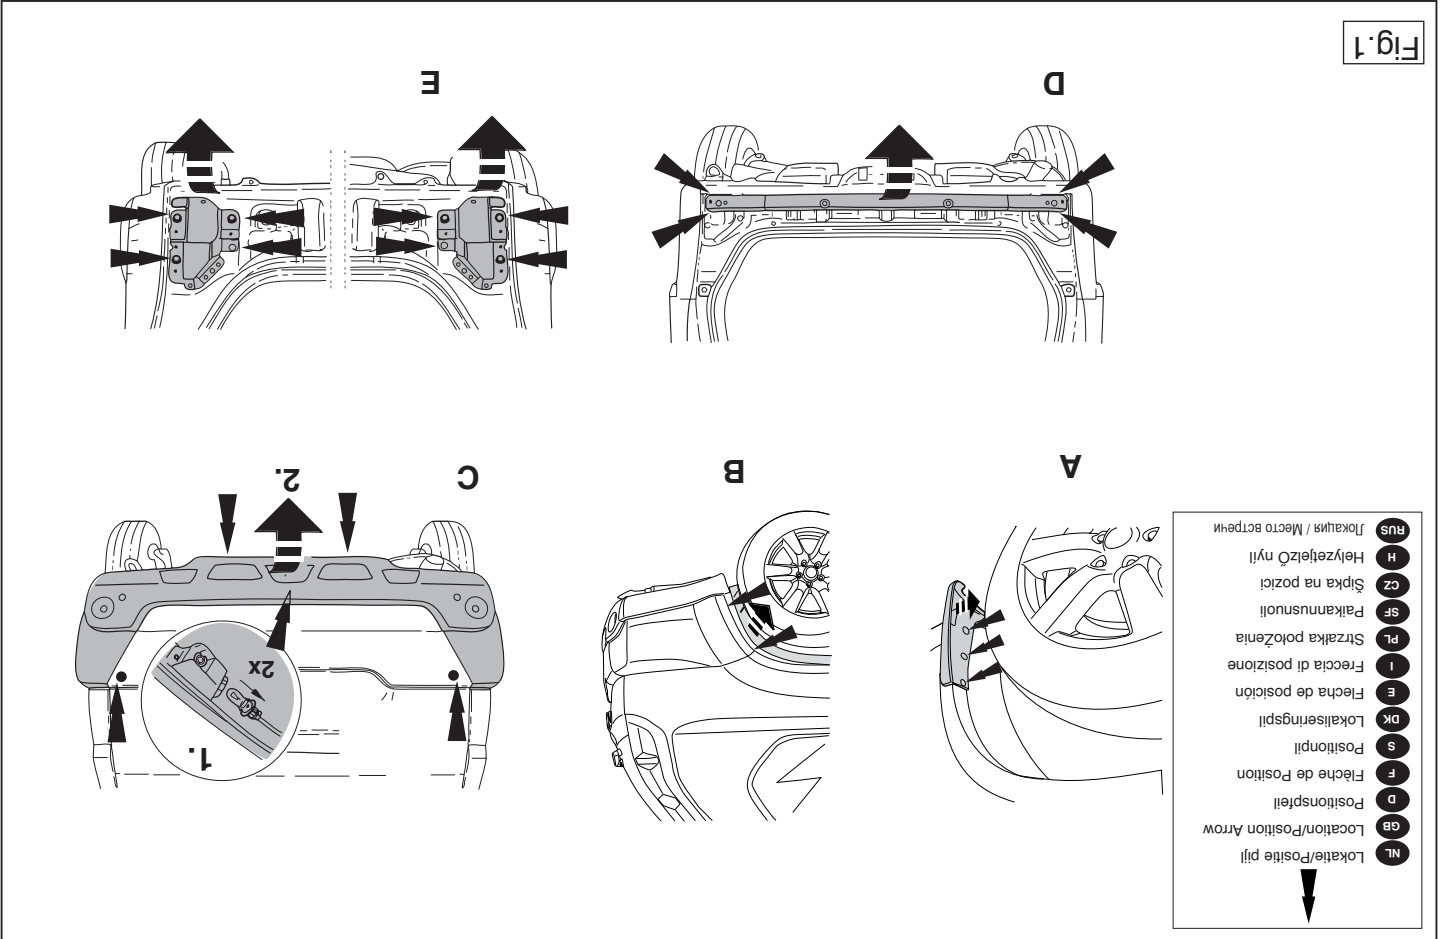

Fig.1
1. Remove the bumper and the steel buffer beam from the vehicle. See figure 1.
1. Die Stoßstange einschließlich des stählernen Stoßbalkens vom Fahrzeug abmontieren Siehe Abbildung 1.
1. Déposer le pare-chocs du véhicule y compris la traverse en acier. Voir la figure 1.
1. Demonter kofangeren, inklusive køretøjets stålstødbjælke. Se fig. 1.
1. Снять бампер вместе со стальным буферным брусом автомобиля. См. рисунок 1.